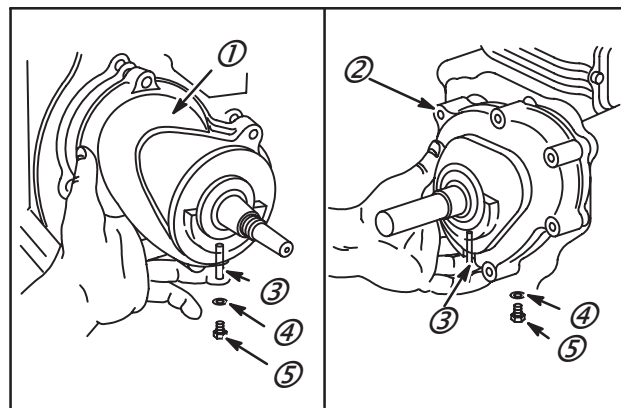

Fig. 5
1. Déposer la vis d'obturation du trou de calage (5) du flasque côté volant (1) ou côté prise de force (2), Fig. 5.
2. Introduire une tige de 3 mm (3) dans ce trou et le trou pratiqué dans la masse de vilebrequin, Fig. 5. La tige immobilise le contrepoids en position correcte lorsque le flasque est installé sur le moteur.